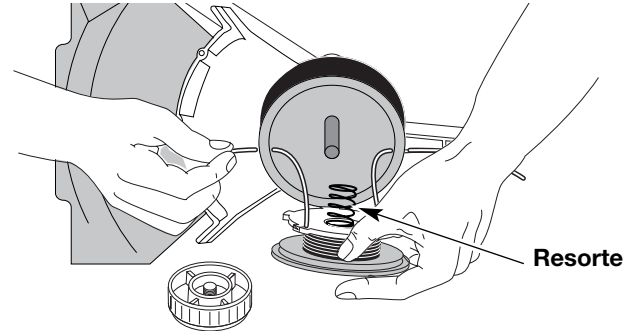

Fig. 35
13. Inserte los extremos de la línea a través de los ojalillos de la bobina exterior y coloque el carrete interior con el resorte dentro de la bobina exterior (Fig. 35). Empuje el carrete interior y la bobina exterior entre sí. Mientras sostiene el carrete interior y la bobina exterior, tome los extremos y hale con firmeza para soltar la línea de las ranuras de fijación de la bobina.
5. Inserte los extremos de la línea en los ojalillos de la bobina exterior (Fig. 35).